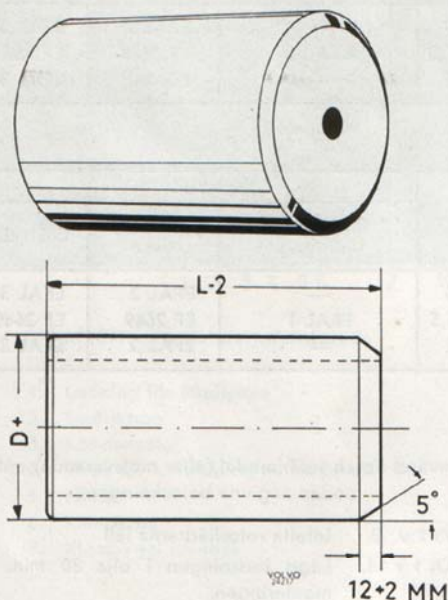

Bild 63. Pressdorn (EGD och GF).
4. Före montering av nya fältspolar skall dessa värmas något. Placera därefter polskorna på plats i fältspolarna och skjut in dessa i statorn. Drag i polskruvarna helt lätt. Tryck i lämplig pressdorn, mått se bild 63. Lagg upp statorn i uppspanningsbocken och drag fast polskorna.